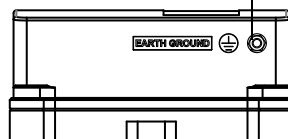

Abb. 1b
2. Ein Ende des Erdungskabels an EARTH GROUND (MASSE, siehe Abb. 1b) anschließen und das andere Ende an eine geeignete Erdungsstelle. Stellen Sie sicher, dass Schritt (2) durchgeführt wurde, bevor der Anschluss AXIS T8123-E/T8124-E an eine Stromquelle erfolgt! Verwenden Sie das mitgelieferte Erdungskabel oder ein Kabel mit gleichem oder größerem Querschnitt.